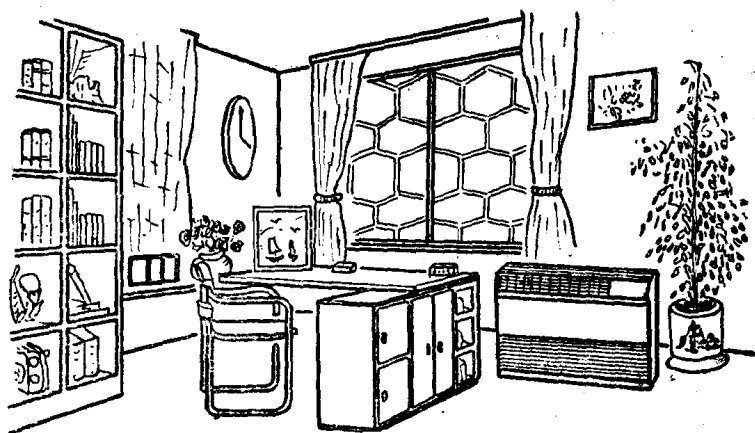

图 1-1 分体式空调器(落地式)
(1) 分体式(见图 1-1) 它是将空调器分为室内部分和室外部分。装在室内部分称为室内机组，它包括蒸发器、毛细管、离心风扇、温控器及其他电器控制件等。装在室外部分的称为室外机组，它包括压缩机、冷凝器、轴流风机等。这种空调器的噪声低，震动小，冷凝温度低，室内占地小，便于安装维修。